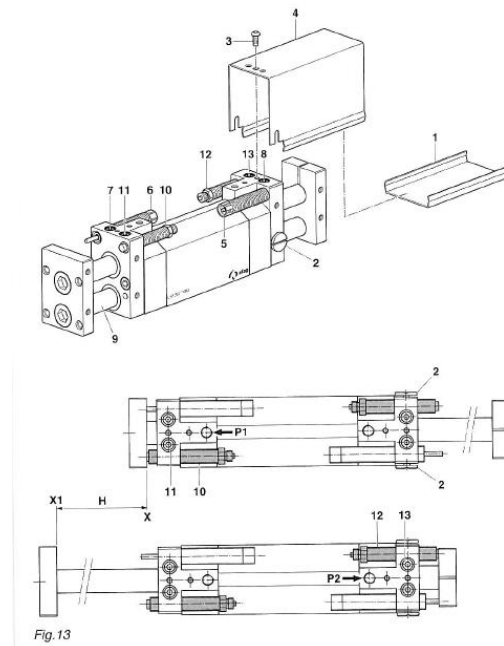

Abb. 19 Einstellung Anschlagsschrauben AS 12/60
1. Schutzabschluss (Abb. 19, 1) herausziehen.
2. Schrauben (Abb. 19, 2) lösen und Schraube (Abb. 19, 3) entfernen.
3. Handschutz (Abb. 19, 4) nach oben abziehen.
4. Feststellschraube (Abb. 19, 7, 8) lösen und Stossdämpfer (Abb. 19, 5, 6) ca. 5 Umdrehungen im Gegenuhrzeigersinn herausschrauben
- Der Schlitten (Abb. 19, 9) fährt auf die Anschlagschraube (Abb. 19, 10)
6. Feststellschraube (Abb. 19, 11) lösen.
7. Hintere Position (X) des Hubes (H) durch Verstellen der Anschlagschraube (Abb. 19, 10) bestimmen
8. Position mit Feststellschraube (Abb. 19, 11) sichern (Eine Umdrehung = 1 mm Weg).
- Der Schlitten (Abb. 19, 9) fährt auf Anschlagschraube (Abb. 19, 12)
10. Feststellschraube (Abb. 19, 13) lösen.
11. Vordere Position (X1) des Hubes (H) durch Verstellen der Anschlagschraube (Abb. 19, 12) bestimmen
12. Position mit Feststellschraube (Abb. 19, 13) sichern.